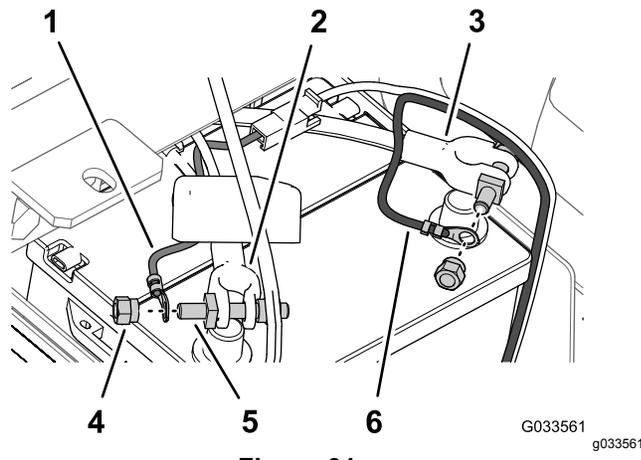

Figura 31
6. Sujete el terminal de anillo del eslabón fusible (arnés de cables del fumigador) al perno de terminal que ensambló en el cable positivo de la batería con una tuerca de abrazadera (Figura 31).